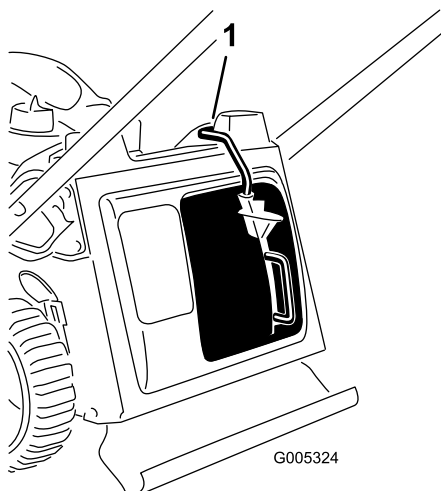

Рисунок 28
**Внимание:** Газонокосилка имеет предохранительный выключатель, который блокирует запуск газонокосилки, если на ней заранее надежно не установлена заглушка для мульчирования (Рисунок 28).